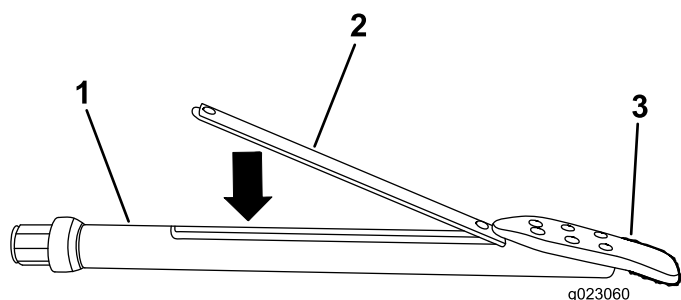

Рисунок 51
3. Вставьте маячок в корпус зонда передним концом в сторону бурового долота (Рисунок 51).